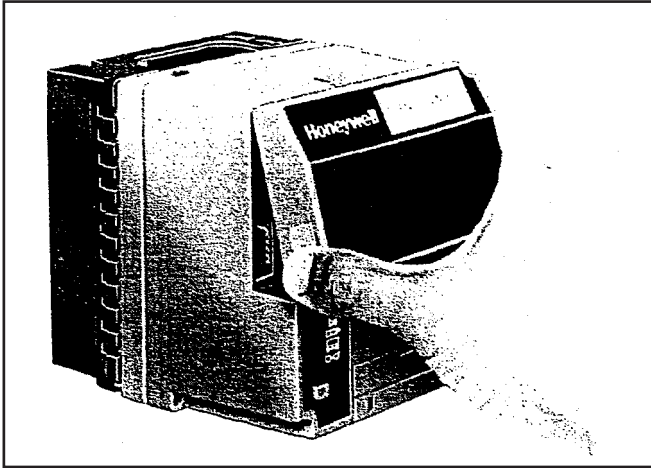

Fig. 9. Installation du DATA CONTROLBUS MODULE™.
1. Aligner les deux oreilles de retenue du DATA CONTROLBUS MODULE™ avec les deux fentes correspondantes du module relais (voir fig. 9 et 10).